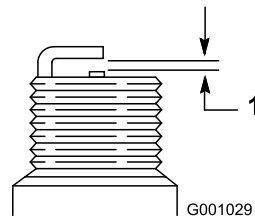

Figura 25
4. Ajuste el espacio entre los electrodos a 0,76 mm si la bujía es nueva, según se muestra en Figura 25.